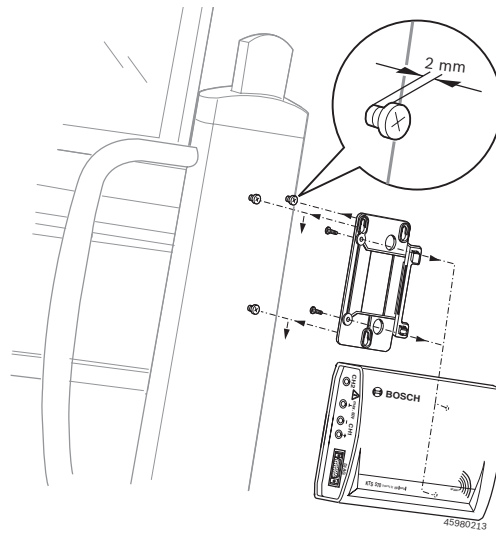

Fig. 4: Montage du support de fixation
1. Visser les trois vis à tête bombée fournies au chariot Bosch (voir fig. 4).